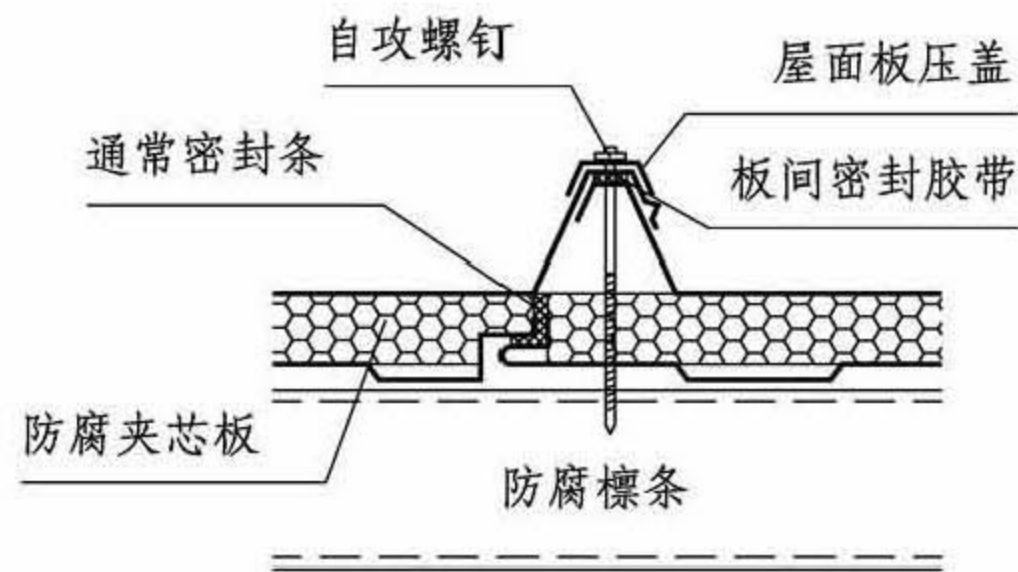

图7 防腐夹芯板屋面横向搭接示意图
7.2.2 防腐夹芯板屋面的横向搭接（图7）：搭接长度不小于一个波长。搭接部位设通长密封胶带。